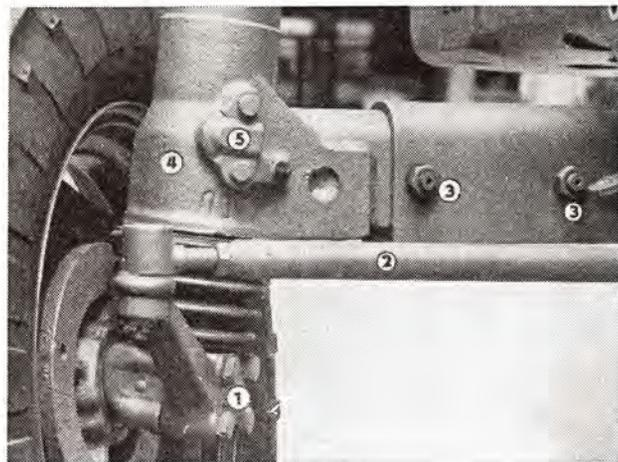

Abb. 43
5. Nach Entsplinten und Ausschrauben der Mutter M 16×1,5 ist die Verbindungsstange hinter den Rädern (Abb. 43/2) zu lösen.
6. Durch Lockern der vier Schrauben M 14×1,5 (Abb. 43/1) ist die Vorderradnabe vom Achsschenkelbolzen zu lösen.
7. Durch Ausschrauben von zwei Muttern M 18 sind die Vorderachsschrauben (Abb. 43/3) herauszunehmen und die Ansätze (Abb. 43/4) sind abzunehmen.
5. Zwei Schrauben M 10 (Abb. 43/5) sind auf beiden Seiten des Ansatzes auszuschrauben und der Deckel der Blockierungseinlage ist abzunehmen (solange der Ansatz blockiert ist).
2. An der rechten und linken Seite der Vorderachse sind die Muttern M 18 abzuschrauben und die Schrauben abzunehmen (Abb. 43/3).